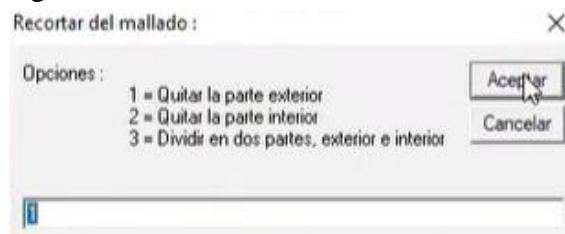

Figura 475. Recortar enmallado.
41. En la primer ventana emergente seleccionar la opción “1 = Quitar la parte exterior” y presionar “Aceptar”. Figura 475.